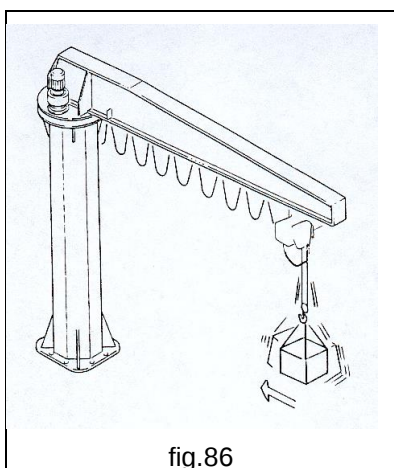

fig.86
- **NE JAMAIS** faire osciller la charge ou le crochet durant la translation (fig.86).